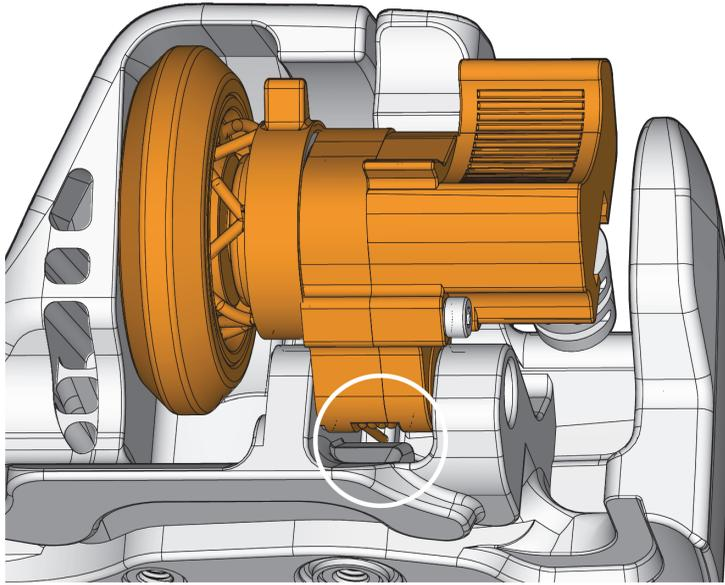

Figura 5-14 Ubicación del resorte
4. Para instalar nuevamente el conjunto del codificador de indexación, verifique la ubicación del resorte con respecto a la pared del recinto; y, a medida que introduce el conjunto el resorte debe comprimirse (ver Figura 5-14 en la página 88).